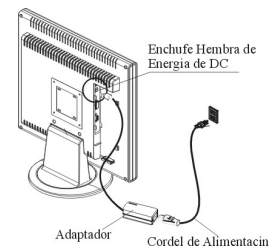

Figura 1-6
1. ConectarConecte el cordel de alimentacióncable de suministración al Adaptador de CA. (refiere a la Figura 1-6)